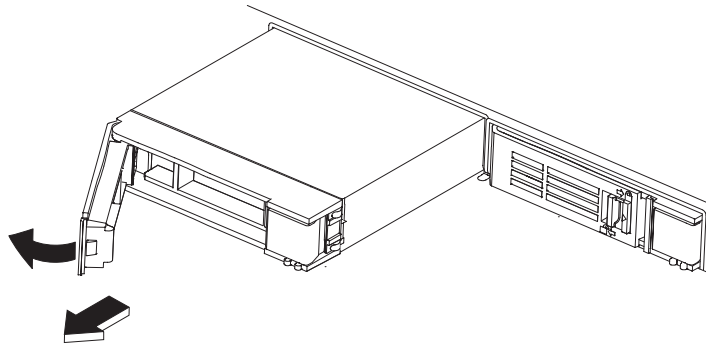

Figura 25. Remover um módulo de unidade de disco rígido (Tipo 7199)
2. Prima o botão azul para abrir a alavanca. A Figura 25 ilustra os seguintes passos.